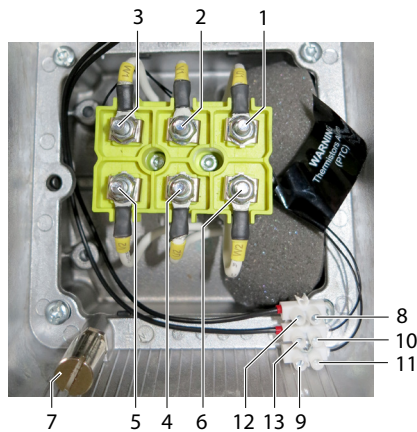

Fig. 10: Bornier pour la version avec protection de prise de force (option)
- ➔ Pour se passer de la logique d'interprétation additionnelle, il est possible de connecter le commutateur de contact en série avec les sondes thermiques (voir Fig. 10 à la page 24).